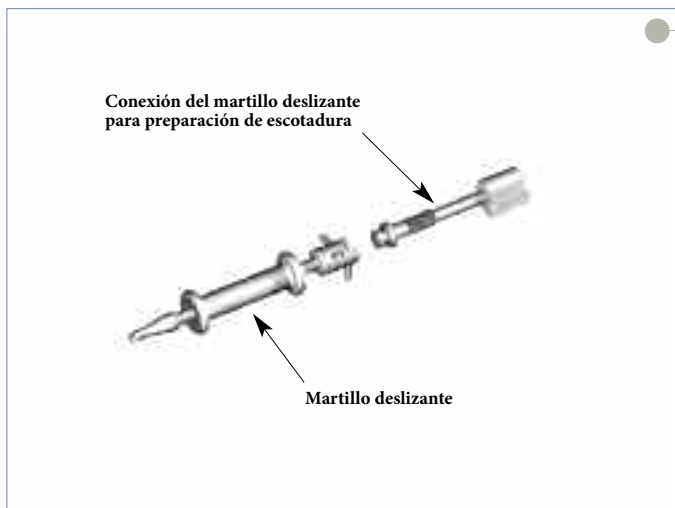

Figura 23
- ▶ Si fuera necesario, retire el perforador de las vías con un martillo deslizante (**Figura 23**).